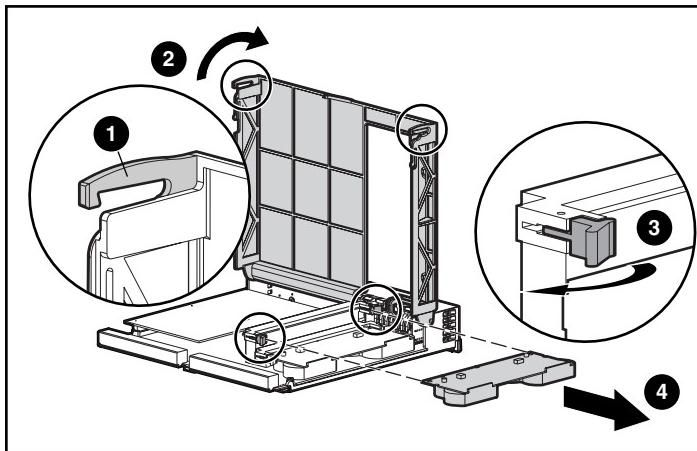

Figura 6: Extracción del módulo de memoria caché
3. Como muestra la Figura 6, suelte los clips de la cubierta del Controlador ① situados en la parte posterior del Controlador y después levante la cubierta ②.
Nota: el Controlador de la Figura 6 se ha girado de manera que quedan visibles el lateral y la parte posterior del Controlador.